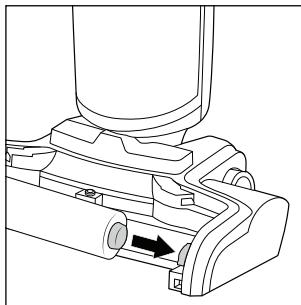

Fig. 39
- ◆ Remontez le rouleau brosse **6** et la protection antiprojections **7** sur l'appareil en commençant par positionner le rouleau brosse **6** dans le support à droite de la tête de nettoyage **3** (voir fig. 39).